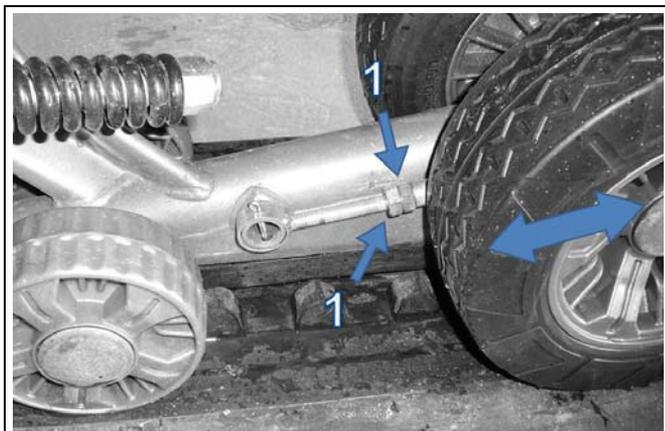

Figure 25
- Régler la tension de la chenille au minimum (voir la Figure 25).